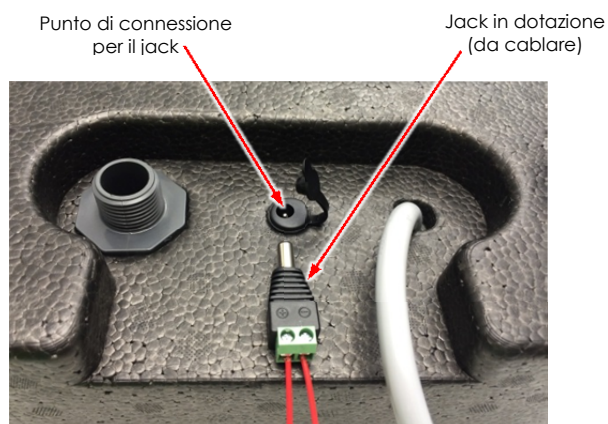

Fig. 13 - Ingresso da fotovoltaico (digitale 2) - opzionale
**Digitale 2:** ingresso da fotovoltaico. Quando si chiude un contatto pulito tra i terminali del jack in dotazione (fig. 13) e la pompa di calore raggiunge la temperatura impostata in SP5, la pompa di calore si ferma. Se il parametro SP6 è maggiore di SP5 viene acceso il riscaldatore elettrico ad immersione fino a che la temperatura dell'acqua letta dalla sonda superiore è uguale a SP6. Nel caso che SP6 sia uguale a SP5, il riscaldatore elettrico non verrà acceso.